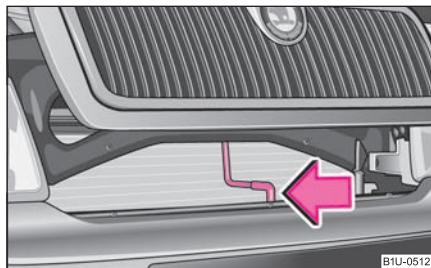

Fig. 149 Grilajul radiatorului: Mănerul de siguranță
- Apăsați maneta în direcția indicată de săgeată ⇒ fig. 149 și ridicați capota.